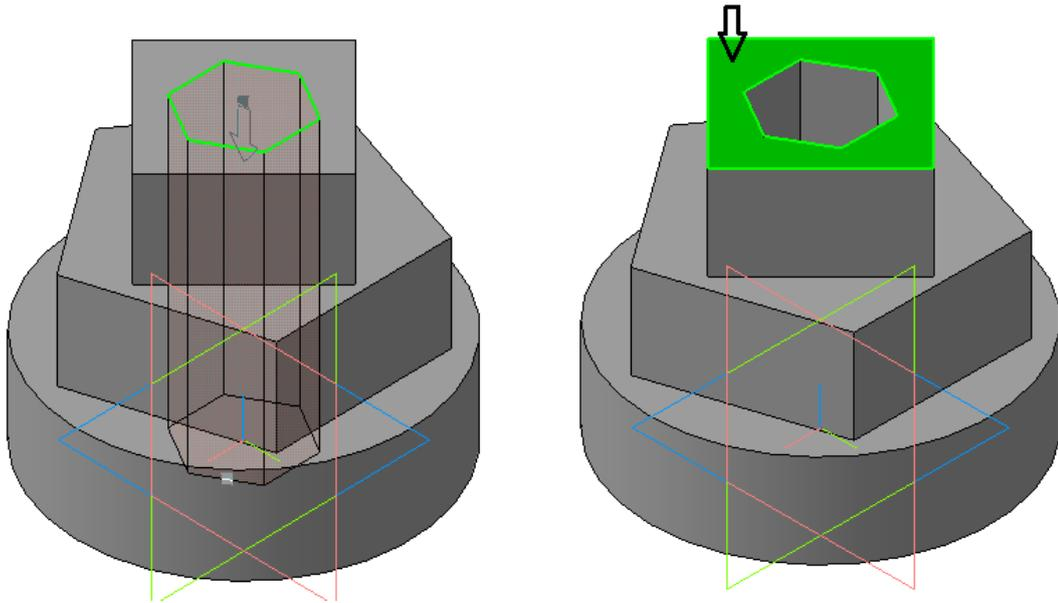

Рисунок 34.
14. Для создания четверти выреза указываем на верхнюю поверхность пирамиды (рисунок 34), войдите снова в  **Эскиз**. На компактной панели  **Геометрия** выберите команду  **Отрезок**. Постройте два отрезка согласно рисунку 35.